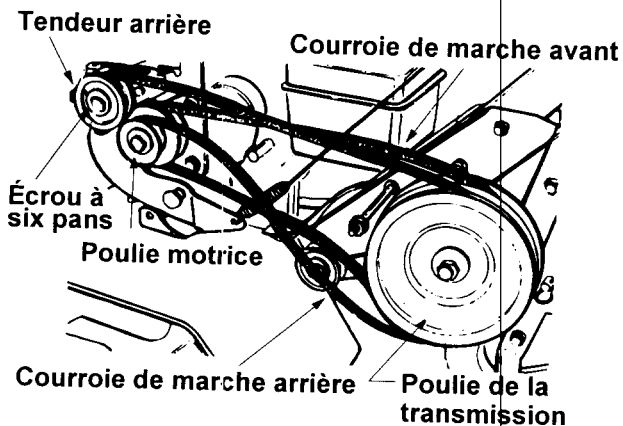

Figure 19 Modèle 390 Illustrée
5. Enlevez l'écrou à six pans qui retient le tendeur de marche arrière sur le support du tendeur. Faites glisser le tendeur et enlevez la courroie. (Voir la Figure 19.)
Courroie de Marche Avant (Voir la Figure 19)